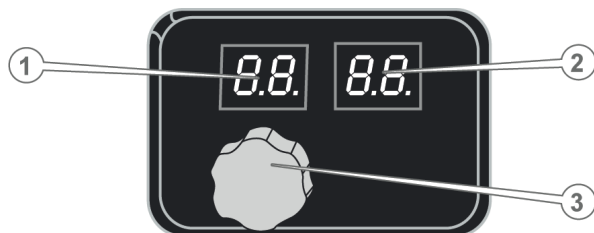

Рисунок 4. Вигляд індикаторного дисплея контролю за встановленим та фактичним ступенем нагріву.
1. Встановити обертанням регулятора (3, рис. 4) термостата бажану ступінь нагріву повітряного потоку.
2. Контролювати по цифровому дисплею (рис. 4) відповідність фактичного ступеню нагріву очікуваному. За необхідності обрати регулятором інший ступінь нагріву повітряного потоку.